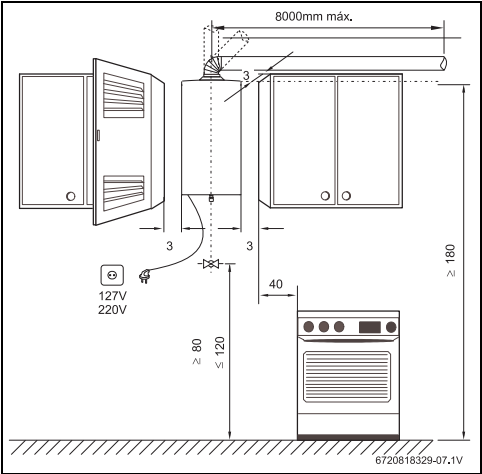

Fig. 7 Distâncias mínimas
- ▶ Respeitar as distância mínima indicadas na Fig. 7.